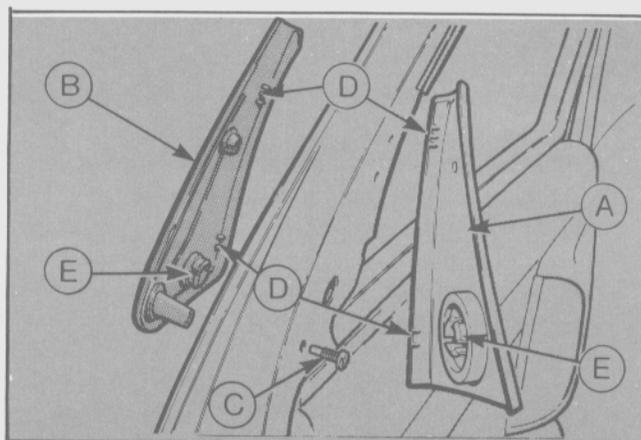

Fig. 53 - Paneles de revestimiento interior y exterior.
- Extraer los paneles de revestimiento interior y exterior de la esquina trasera de la ventana (Fig. 53).
- Montar los paneles de revestimiento interior y exterior de la esquina trasera de la ventanilla. (Fig. 53).